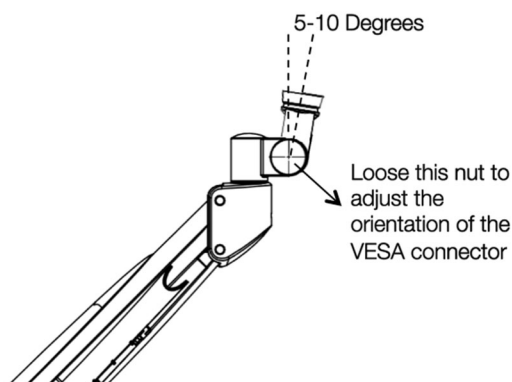

Figura 4 – Regolare l'orientamento dell'attacco VESA.
3. **Regolare l'orientamento dell'attacco VESA**, come mostrato in Figura 4. Per fare questa operazione, allentare il dado con l'attrezzo fornito in dotazione con il dispositivo, cambiare l'orientamento in modo che sia compreso tra 5 e 10 gradi, come mostrato in Figura 4, quindi serrare il dado di nuovo.